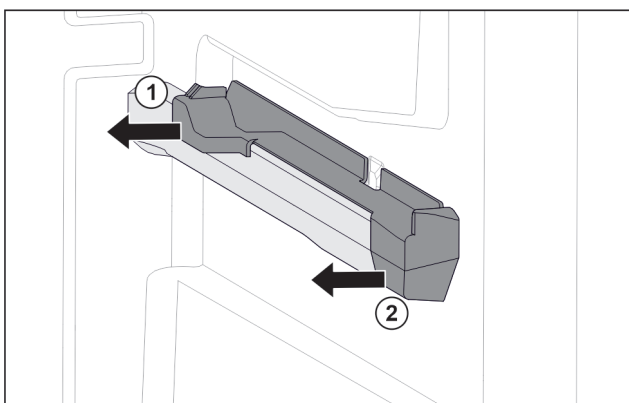

Fig. 107 Tillsats på den högra behållarens galler
- ▶ Dra bort tillsats i bak i sidled. Fig. 107 (1)
- ▶ Dra bort tillsats i fram i sidled. Fig. 107 (2)